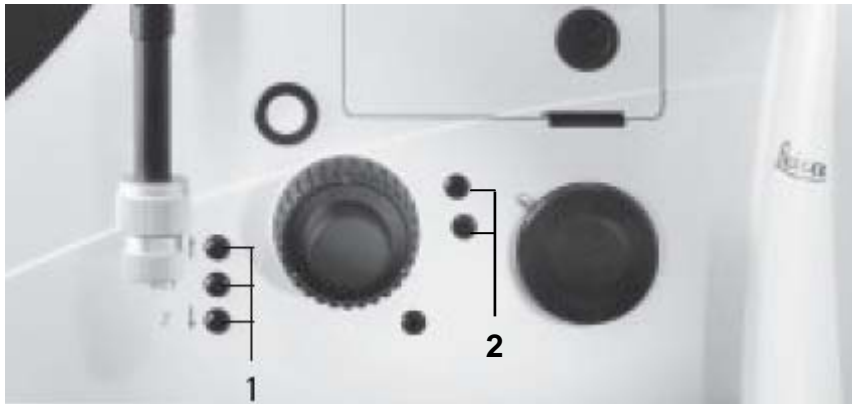
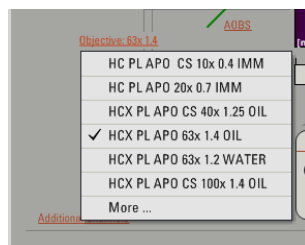

图 2-1 显微镜主机右侧部分(1. 调焦按钮；2. 物镜转换按钮)
图 2-2 通过软件选择物镜
1. 选择合适的物镜，可通过显微镜主机右侧的物镜转换按钮，如图 2-1，或软件中的“Objectives”键进行选择，如图 2-2。